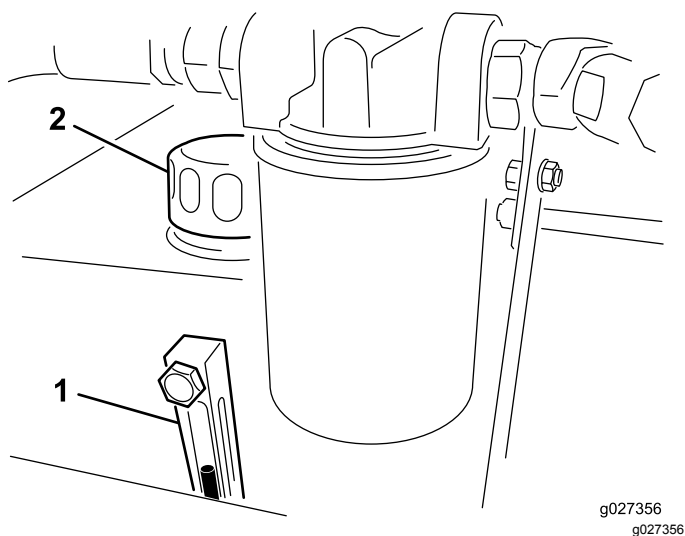

Figura 12
2. Verifique o nível do fluido no indicador (Figura 12).